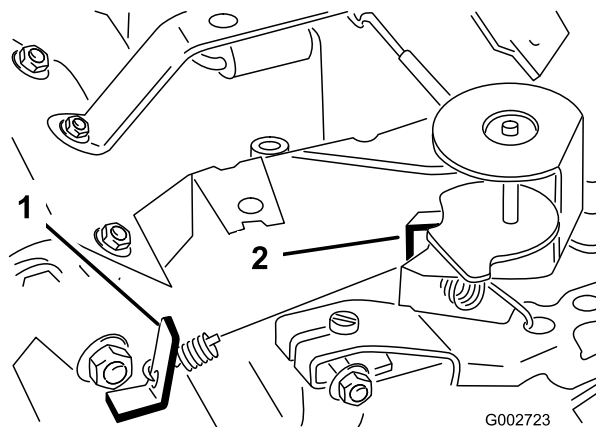

Figure 38
- Courbez la languette d'ancrage du ressort de ralenti réglé (Figure 38) pour obtenir un régime de ralenti de 1725 ± 50 tr/min. Vérifiez le régime avec un compte-tours.
- Réglez la manette d'accélérateur en position Haut régime. Pliez la languette d'ancrage du ressort de haut régime (Figure 38) pour obtenir un haut régime de 3400 ± 50 tr/min.